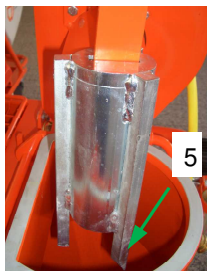

Fig. 55: Inserimento del pulitore del tubo di miscelazione
7. Chiudere la flangia del motore e bloccarla con la chiusura rapida (1).
8. Inserire il connettore a 10 poli (1) (fig.55).
9. Premere il pulsante verde (9) Tensione di comando “ON” e lasciare in funzione per ca. 5–10 sec. finché il tubo di miscelazione è pulito.
10. Disinserire premendo il pulsante rosso (10) Tensione di comando “OFF”.
11. Estrarre il connettore a 10 poli (1) (fig.55), aprire la chiusura rapida sulla flangia e ribaltare il motore.